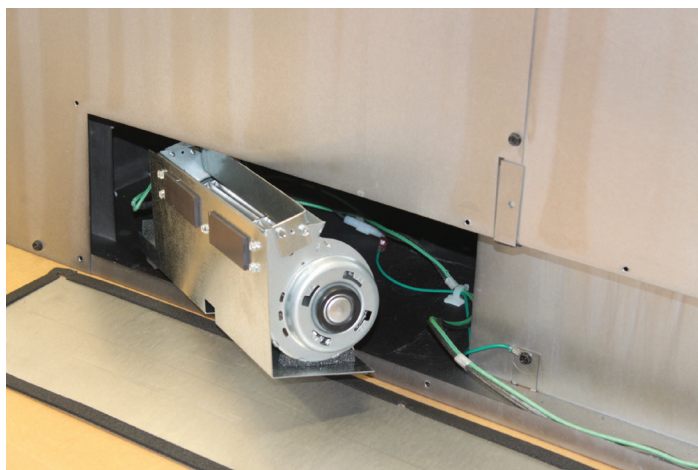

Figure 4
6. Commencer à installer l'ensemble de soufflante gauche dans le fond du foyer. Une fois la soufflante à moitié entrée, attacher le câblage avec les agrafes en plastique blanc fournies avec le foyer. **Voir Figure 4.**